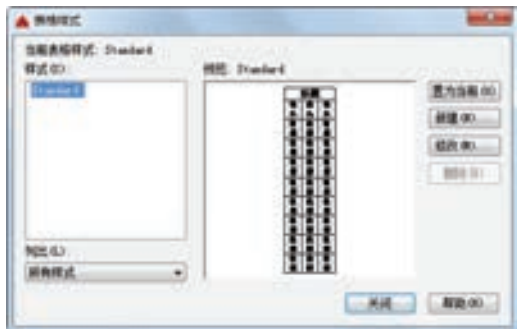

图 8-142 “表格样式”对话框
2) 选择菜单栏中的“格式”→“表格样式”命令，弹出“表格样式”对话框，如图 8-142 所示。